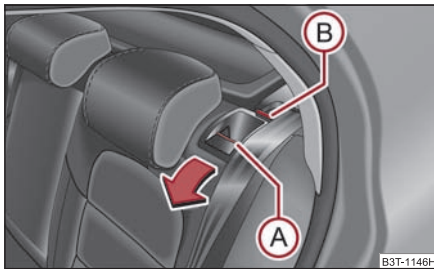

Fig. 84 Deblocarea spătarului banchetei
- Apăsând maneta de deblocare (A) ⇒ fig. 84, deblocați spătarul și rabatați-l în față.
- Asigurați-vă că punctul de culoare roșie (B) este acoperit ⇒ fig. 84.